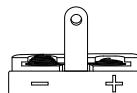
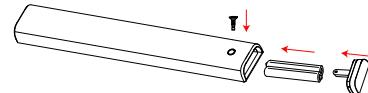

рис. 1
рис. 2
- Установите батареи, как показано на рисунке, в батарейный отсек (рис. 2). Пожалуйста, обратите внимание на метки «+» и «-», указанные на крышке батарейного отсека (рис. 1). Вставьте на место крышку батарейного отсека и затяните винт, а затем проверьте правильность работы пульта.